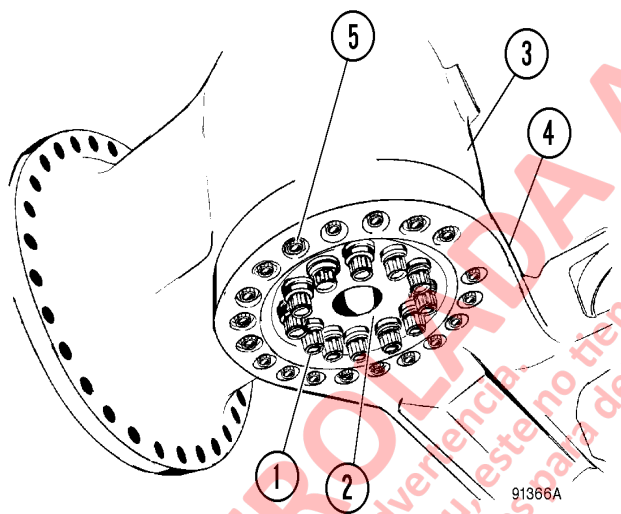

FIGURA 3-2. CONJUNTO DEL BRAZO DE DIRECCIÓN
7. Desconecte las líneas de aceite de enfriamiento de frenos (4) en los puertos de entrada y salida de la carcasa del freno. Coloque tapones en las mangueras y los puertos para evitar su contaminación.
9. Retire el tapón de drenaje (2) y purgue el aceite de la carcasa del freno y de los rodamientos del cubo en un contenedor apropiado.
12. Coloque un montacargas debajo del conjunto del cubo y el husillo de la rueda como se muestra en la Figura 3-2. El conjunto del husillo pesa, aproximadamente, 6652 kg (14 665 lb). Compruebe que el dispositivo de elevación soporte esta carga de manera segura. Asegúrese de que el husillo y el cubo estén sujetos firmemente al dispositivo de elevación
13. Retire los tornillos y las arandelas (1, Figura 3-2) que aseguran la placa de retención (2) a la estructura del husillo y a la suspensión. Para evitar que las roscas se dañen, suelte los tornillos en un patrón circular con incrementos de torque de **678 N·m (500 ft lb)**. Luego, retire la placa de retención.
14. Retire 16 tornillos del brazo de dirección (5, Figura 3-2) de la siguiente manera:
5. Lubrique los tornillos (1, Figura 3-2) y (5) en las roscas y asientos con grasa de chasis a base de litio (multipropósito, EP NLGI).
6. Asegure el husillo a la suspensión mediante el uso de la placa de retención (2) y los tornillos (1). Apriete los tornillos con el siguiente procedimiento: